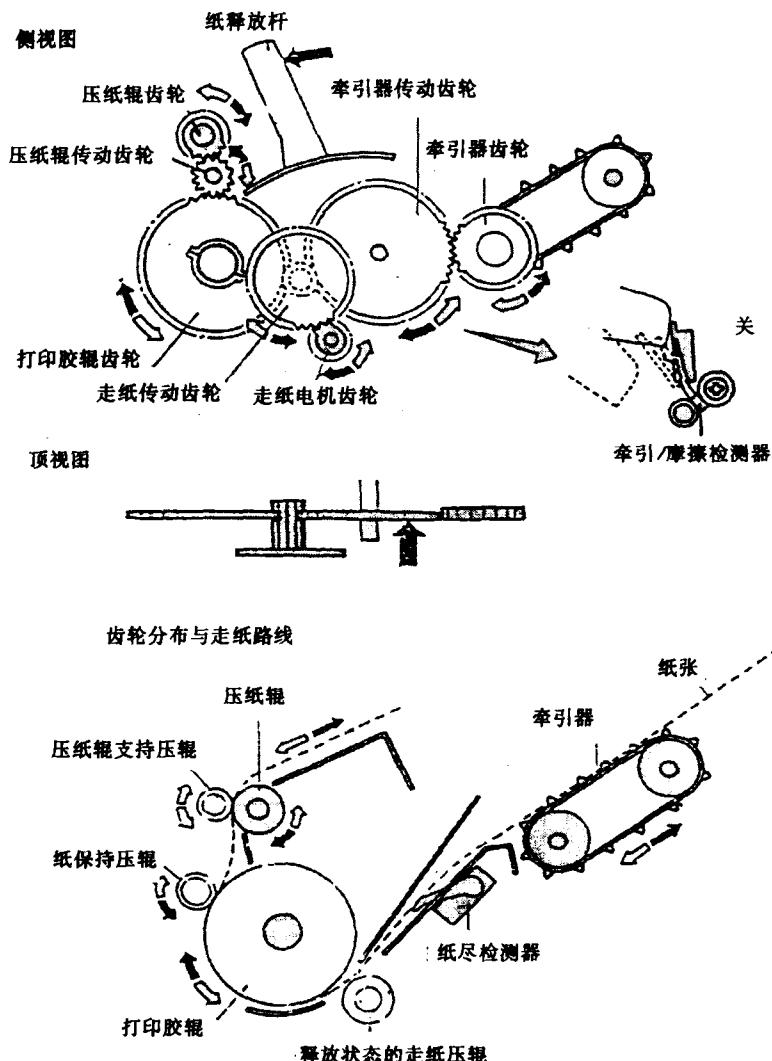

图 2-5 牵引走纸方式
(1) 牵引走纸方式。走纸齿轮与离合器轮相连接，打印纸随着走纸齿轮的转动由牵引器带动打印纸走纸(见图 2-5)。
(2) 摩擦走纸方式。打印纸被压在打印辊和压纸杆之间，走纸电机带动打印辊在走